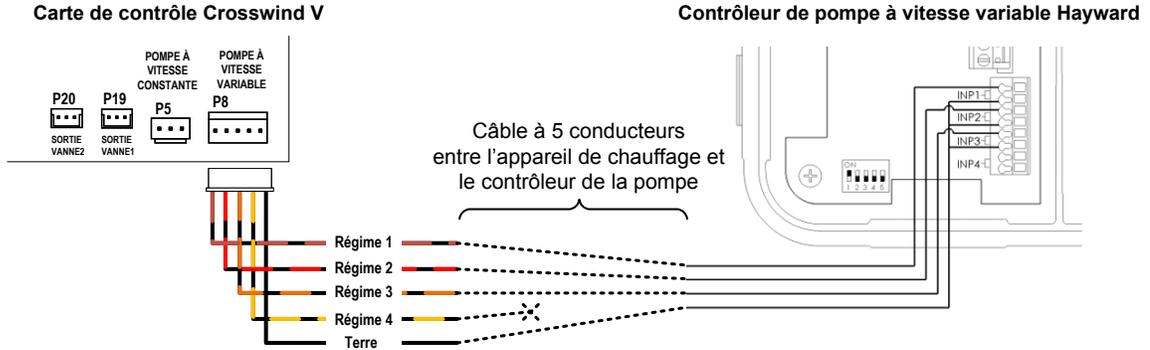
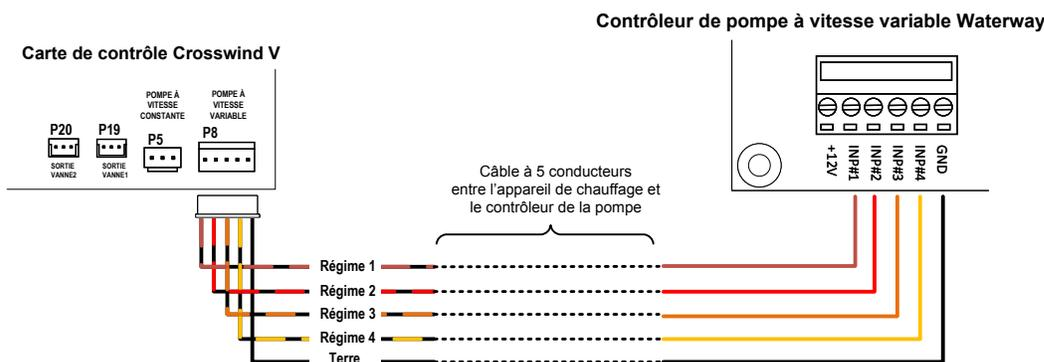

Figure 143. Gamme de pompes Hayward THP VS
Figure 147. Pompes Waterway Power Defender VS à entrées discrètes
3. Connecter l'autre extrémité du câble à 5 conducteurs aux bornes d'entrée numérique du contrôleur de pompe à vitesse variable ou à l'interface numérique/RS-485 de contrôle de pompe. La Figure 143 jusqu'à la Figure 147 présentent des exemples de connexions pour certaines marques et certains modèles de pompes à vitesse variable. Reportez-vous au manuel d'installation et de configuration de votre pompe à vitesse variable pour plus de détails sur la connexion et la configuration du sélecteur de vitesse à entrée numérique.